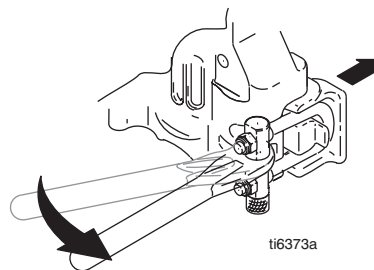

FIG. 18
7. FIG. 18. Öppna spärren till pumpdörren.